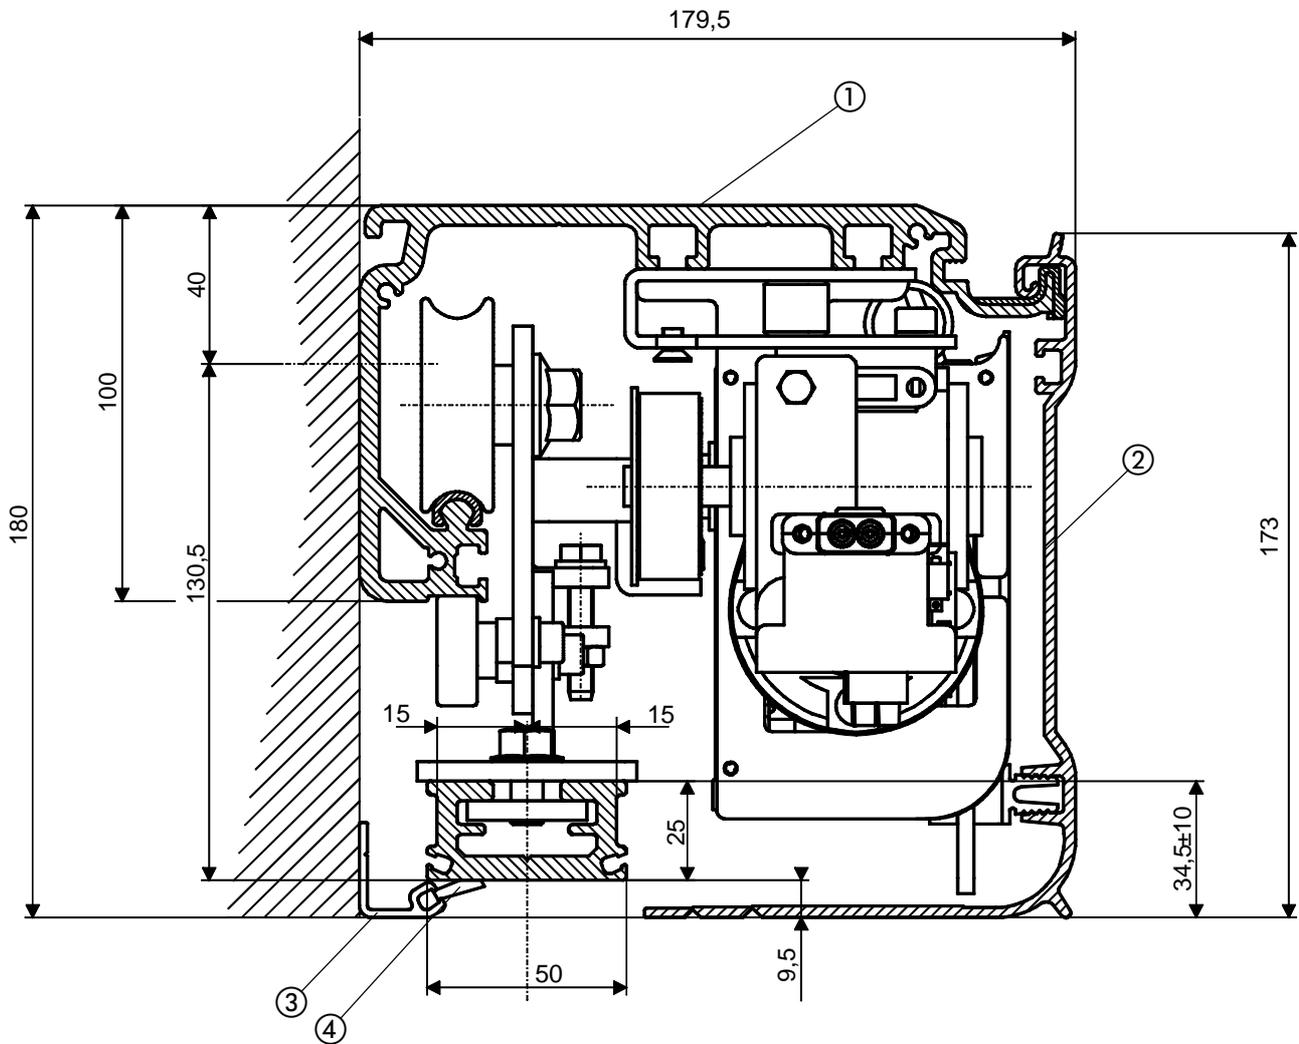

Fig. 2
Profilé SM (fig.2 réf. ①)
Capot frontal (fig. 2 réf. ②)
Profilé de fermeture (fig. 2 réf. ③)
Brosse pour profilés de fermeture (fig. 2 réf. ④)